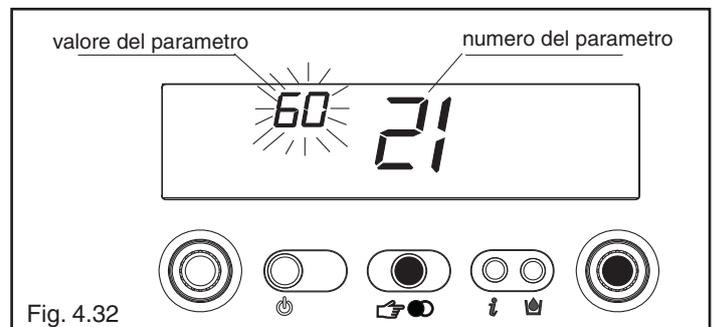

Fig. 4.32
- premere il tasto ENTER per accedere alla modifica del valore del parametro. Alla pressione del tasto ENTER lampeggia il valore precedentemente impostato (fig. 4.32)